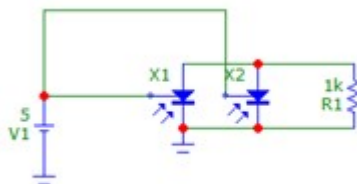

Рис. 2.5
- 2.5. Постройте в программе Micro-CAP схему согласно рис. 2.5.